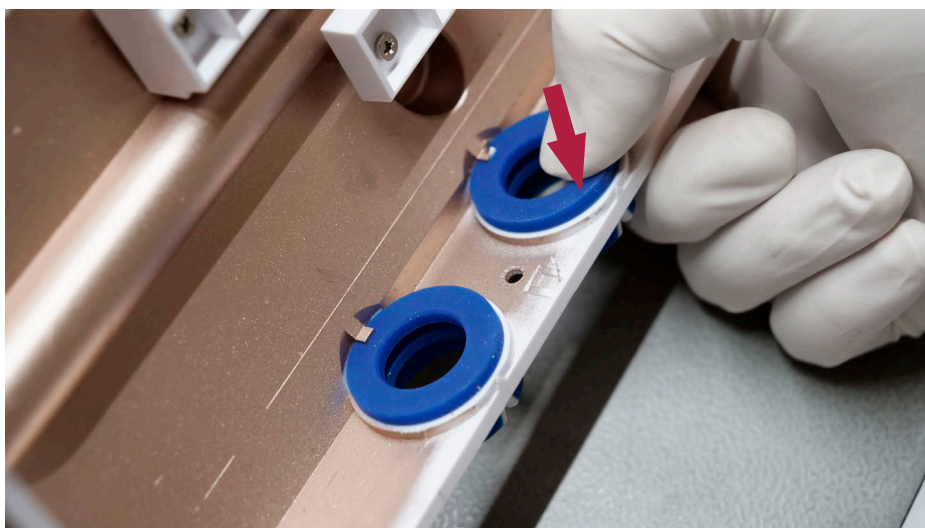

Rysunek 19 Kolor wskazany na płytce VDI musi odpowiadać kolorowi pierścienia
- f) **Dopilnować, aby pierścień miał taki sam kolor jak wskazanie na płycie VDI (patrz Rysunek 19)**
Podczas ponownego montażu tylnej obudowy należy pamiętać, aby oznaczenia na płytkach VDI (Rysunek 19) miały taki sam kolor jak znajdujące się obok pierścienie.